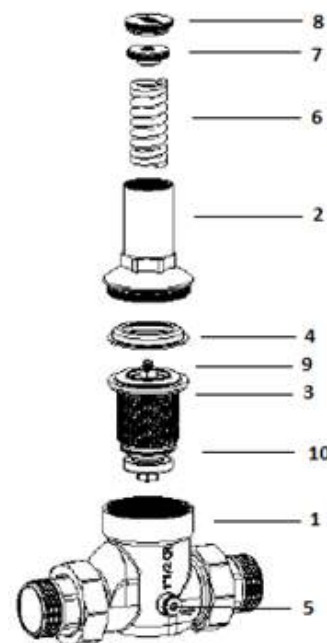

Рис. 3
Редуктор (рис. 3) состоит из двух конических камер (1 и 2), разделенных мембраной (3). Камера (1) связана присоединительными фитингами с питающей и потребляемой системами. Мембрана зажимается между корпусами (1 и 2) через стальное кольцо (4). В камере (2) на мембрану через стальную кнопку (9) воздействует пружина (6), сила прижатия которой, калибруется кольцом (7). Кнопка (9) связана штоком с клапаном (10). Вверху редуктора имеется колпачок (8) с обозначением FAR. На выходе редуктора расположены штуцеры (5) для подключения двух манометров, симметричные относительно направлению потока, что облегчает размещение редуктора и считывание показаний.